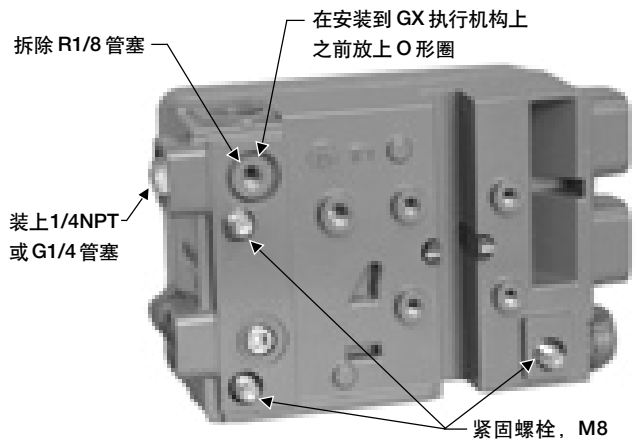

图 2-10. 针对气开式结构的费希尔 GX 执行机构的修改
6. 取走 DVC2000 壳体背面的顶部塞子 (R1/8)。将该气路出口与 GX 执行机构内部气路入口相连接。见图 2-10。
- 如要转换到故障关闭模式，需拆除 DVC2000 壳体背部的 R1/8 气孔管塞，装上一个 O 形圈。并将外部气路出口用一个 1/4NPT 或 G1/4 管塞堵上。见图 2-10。